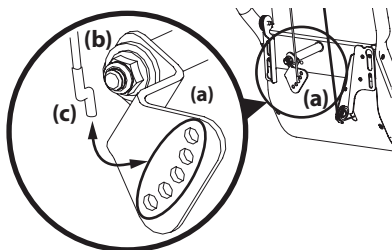

Figura 2-41
2. Eleve la ménsula divisora del cable de cambios (a) para que el cable quede flojo (b). Consulte la Figura 2-41.